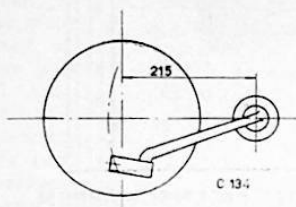

Fig. 3.
1. de afstand van het middelpunt van den voet van den pick-up tot het middelpunt van de draaitafel moet 215 mm bedragen (zie fig. 3).